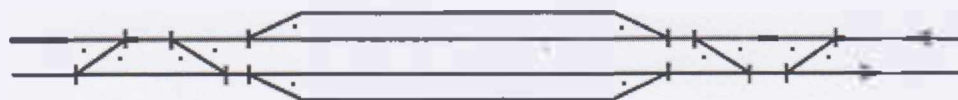

Рис. 9.2 Обгонный пункт
**обгонные пункты** - отдельные пункты на двухпутных линиях, имеющие путевое развитие, которое допускает обгон поездов и в необходимых случаях перевод поезда с одного главного пути на другой, т.е. отправление поезда по неправильному пути (рис. 9.2);